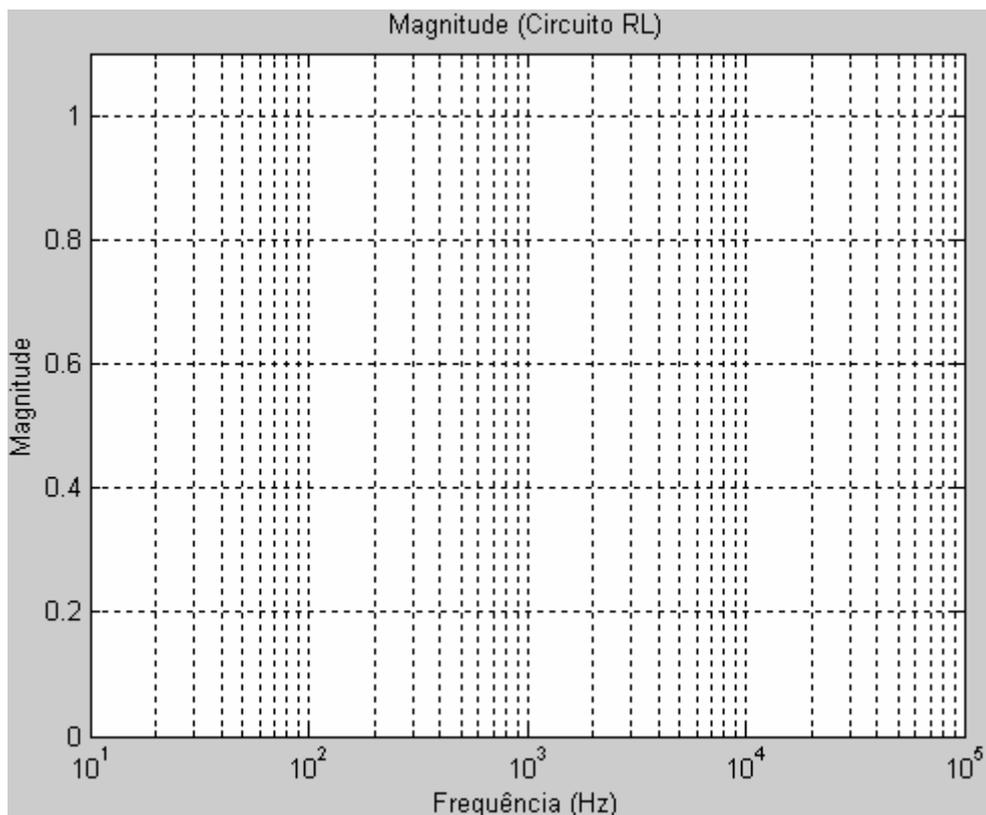

Figura 5 - Relação de amplitude da saída em relação à entrada.
- Indicar na figura 5 a relação de amplitude da entrada em relação à saída do circuito RL (figura 4a);